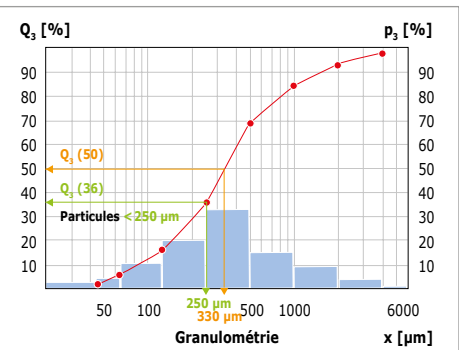

Fig. 6: Courbe de distribution cumulée avec des pourcentages exemplaires
La courbe cumulée de la figure 6 peut être interprétée comme suit : le taux correspondant à la taille de particule de 250 µm sur l'axe y est de 36%. Cela signifie que la taille des particules est inférieure à 250 µm dans 36% de l'échantillon. Pour déterminer la médiane Q₃ (50) de la distribution, la taille de particule correspondante (330 µm) peut être lue sur l'axe x, ce qui veut dire que les particules sont inférieures ou égales à 330 µm dans 50% de l'échantillon. La même méthode est appliquée pour déterminer les résultats pour différentes valeurs x(Q₃) et Q₃(x) de l'échantillon.